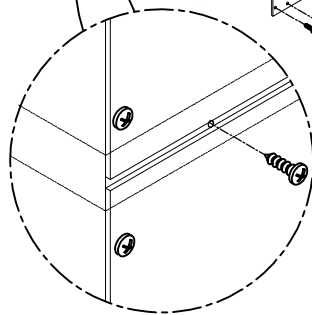

FIG.12 A
A. En utilisant un tournevis cruciforme, attacher le panneau (G) à l'arrière de crédence, en utilisant les 35 Vis à bois (N) comme indiqué sur la FIG. 12 A.